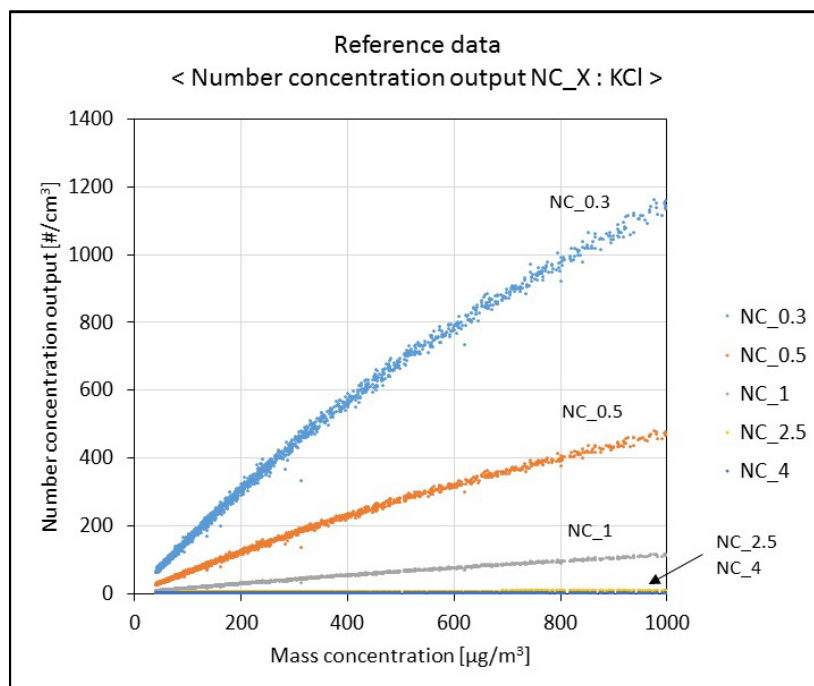

Fig. 15. 個数濃度出力 : KCl (Number concentration output : KCl)
- Fig. 15の個数濃度出力 (NC\_X) のグラフについては、単位を [ $0.1\text{個}/\text{cm}^3$ ] から [ $\text{個}/\text{cm}^3$ ] に変換してプロットしています。
- In the graph of number concentration output (NC\_X) in Fig.15, the unit of measurement data is converted from [ $0.1\text{ pcs}/\text{cm}^3$ ] to [ $\text{pcs}/\text{cm}^3$ ].